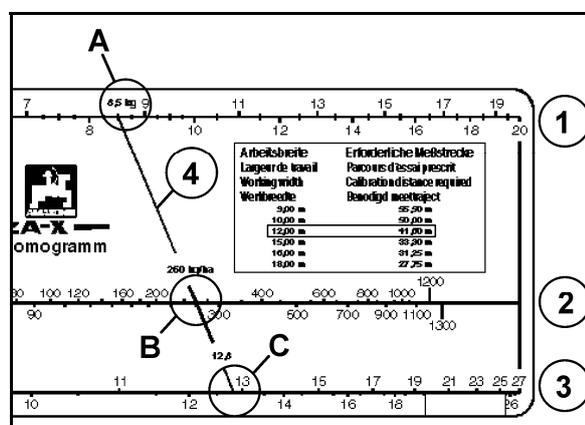

Fig. 68
7. Cercare per la quantità di concime raccolta (**8,5 kg**) il valore numerico (**A**) sulla scala superiore (Fig. 68/1) e per la quantità di spargimento desiderata (**260 kg/ha**) il valore numerico (**B**) sulla scala centrale (Fig. 68/2).
9. Il prolungamento della linea di collegamento indica sulla scala inferiore (Fig. 68/3) il valore numerico (**C**) per la posizione necessaria della paratoia, in questo caso **12,8**.